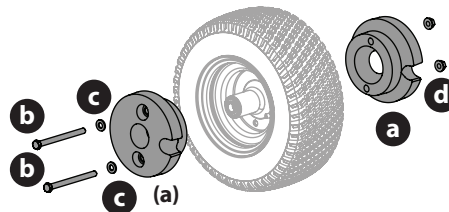

Fig. 56
- Retirez les deux masses de 11,5 kg (25 livres) (a) sur chaque pneu en enlevant les deux vis hexagonales (b), les rondelles plates (c) et les contre-écrous à embase (d) qui les fixent aux jantes (Fig. 56).